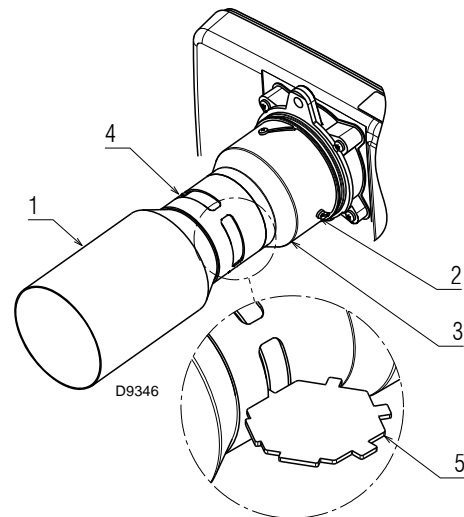

Abb. 19
- Schrauben 2) (Abb. 19) lockern und das Flammrohr 3) leicht drehen. Der gewünschte Öffnungswert wird aus Tab. A, Seite 17 ersichtlich. Zur Einstellung kann die beiliegende Schablone 5) verwendet werden, wie Abb. 19 zeigt.